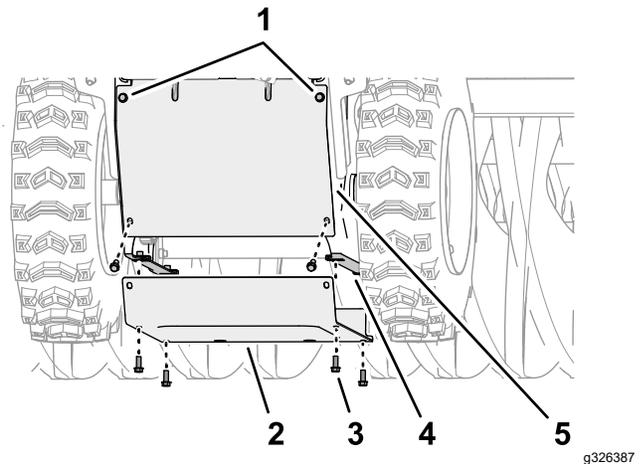

Figura 47
6. Retire os seis parafusos de cabeça flangeada ($\frac{1}{4}$ pol. x $\frac{5}{8}$ pol.) que prendem a cobertura inferior à máquina e retire a cobertura (**Figura 47**).
5. Na parte posterior da máquina, desaperte os dois parafusos de cabeça flangeada superior ($\frac{1}{4}$ pol. x $\frac{5}{8}$ pol.) que prendem a cobertura traseira à máquina (**Figura 47**).